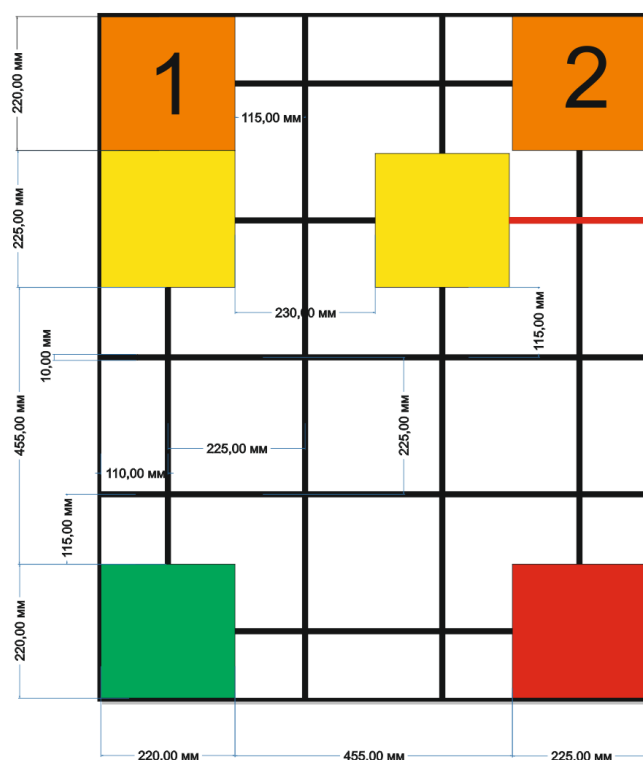

Рис. 32
10.4. Макет поля со всеми размерами (Рис. 32)